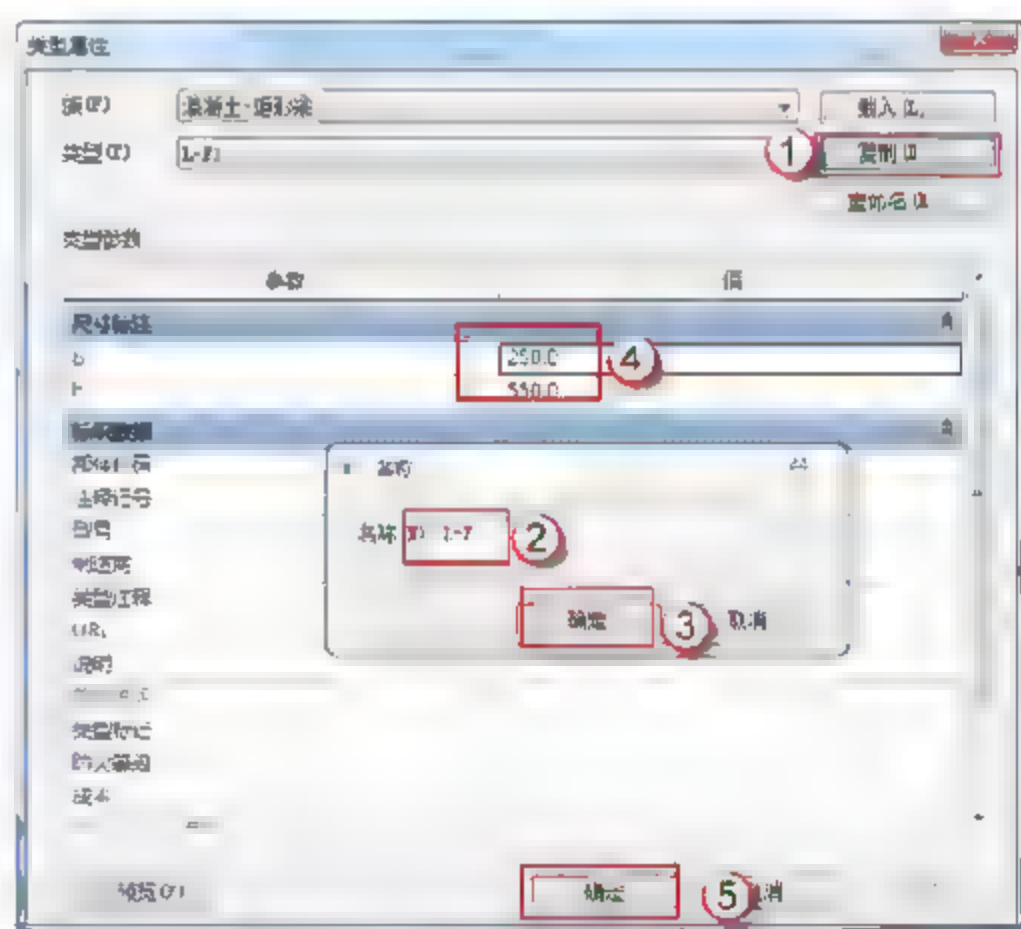

图 3.2.18 编辑 L-F1 信息
(4) 设置 L-F1。选择“结构”→“梁”→“编辑类型”命令, 在弹出的“类型属性”对话框中, 单击“复制”按钮, 在弹出的对话框中 L-F1, 单击“确定”按钮。在“尺寸标注”栏中输入 b、h 的尺寸, 单击“确定”按钮, 如图 3.2.18 所示。